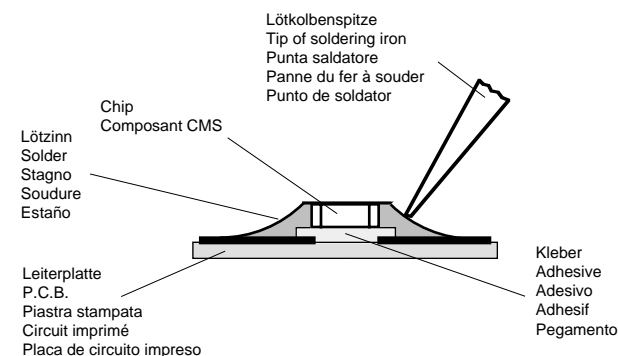

Fig. 1
1. Schritt: CHIP- Lötstelle mit Sauglitze absaugen (Fig. 1).
1. Aspirare i punti di saldatura del CHIP con una calza dissaldante (Fig. 1).
1. step: Clean the CHIP soldering point with a solder wick (Fig. 1).